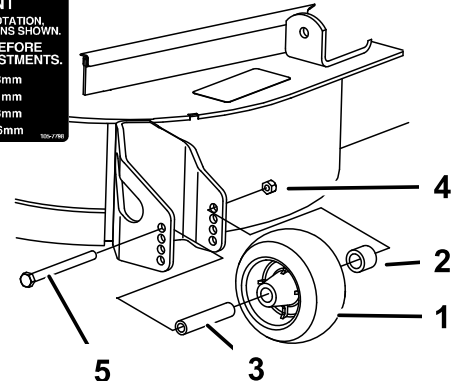

Figure 14
- Après avoir réglé la hauteur de coupe, réglez les galets en retirant l'écrou à collerette, la bague, l'entretoise et le boulon (Figure 14).
- Montez l'écrou à embase, la bague, l'entretoise et le boulon. Serrez à un couple de 54 à 61 Nm (Figure 14).